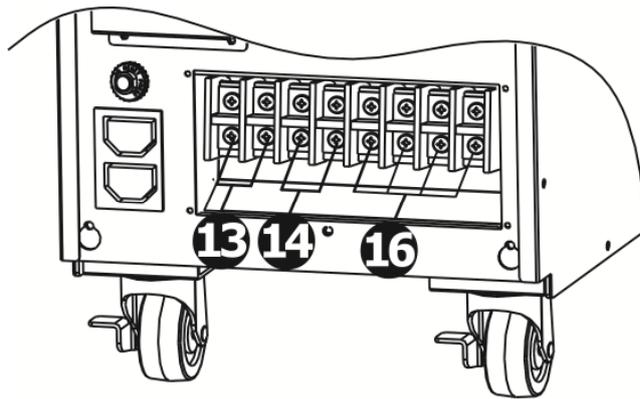

Figura 4: 10K/10KS Terminali entrata / uscita
12. Terminale entrata / uscita (vedi figura 4, 5, 6, 7, 10, 12 per i dettagli)